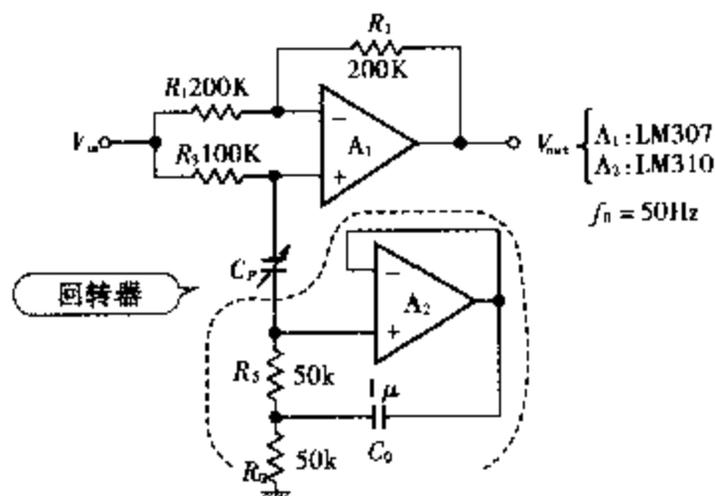
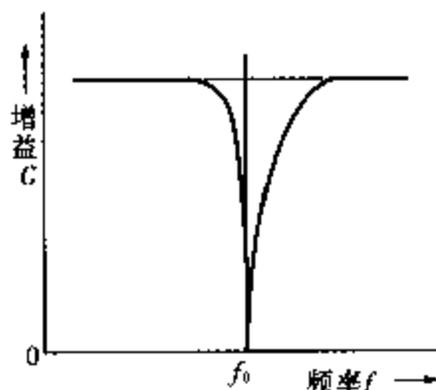

图 6.27
图 6.28 BEF 的频率特性
(2) 由回转器构成的 BEF(图 6.27)
实际电路及其频率特性分别如图 6.27 和图 6.28 所示。